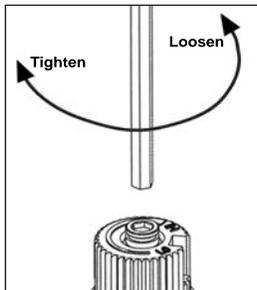

Figure 16: Retrait de la Vis de la Soupape
- b) Retirez la vis de conversion à l'aide d'une clé Allen de 5/32 ou 4 mm (voir Figure 16).